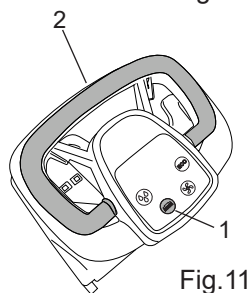

Fig.11
- Tryck på borstarnas knapp (bild 11-ref.1).
- Använd styrspaken för borsten (bild 11-ref. 2) under korta intervaller: på detta sätt kopplas borsten automatiskt på flänssets infästning. Om manövern inte lyckats, tryck igen på handtaget och upprepa centreringen och åtgärderna på borstens kontrollspak.
- Tryck på borstarnas knapp (bild 11-ref.1) i tre sekunder. Maskinen frigör borsten automatiskt.